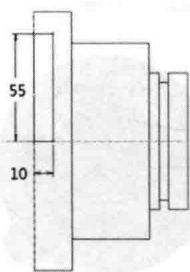
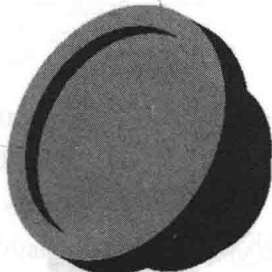

图 1-32 绘制矩形截面
图 1-33 切除特征
(14) 在“模型”选项卡中单击“旋转”按钮，再在操控板中单击“放置”按钮，然后在“草绘”滑板中单击“定义”按钮。
- (15) 选取 FRONT 基准面为草绘平面, RIGHT 基准面为参考平面, 方向向右。
- (16) 在【草绘】对话框中单击“草绘”按钮  , 进入草绘模式。
- (17) 单击“草绘视图”按钮  , 定向草绘平面与屏幕平行。
- (18) 单击“基准”区域的“中心线”按钮  , 沿 X 轴创建一条中心线。
- (19) 单击“拐角矩形”按钮  , 在工作区中绘制一个矩形 (10mm×55mm), 如图 1-32 所示。
- (20) 单击“确定”按钮  , 在操控板中选取“实体”按钮  , 深度类型选“盲孔”选项  , 角度为 360°, 选中“移除材料”按钮  。
- (21) 单击“确定”按钮  , 创建旋转切除特征, 切换视角后如图 1-33 所示。